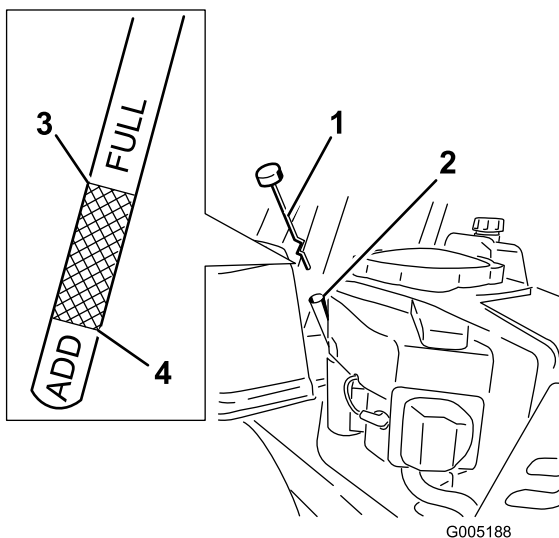

Figure 29
4. Dévissez et retirez la jauge, puis essuyez-la sur un chiffon (Figure 29). Réintroduisez la jauge dans le tube jusqu'à ce que le bouchon repose sur le tube. Ne vissez pas le bouchon sur le tube.
5. Sortez de nouveau la jauge et vérifiez le niveau d'huile. (Figure 29).
7. Enlevez le bouchon de remplissage/la jauge (Figure 29).
13. Versez avec précaution environ 80 % de la quantité d'huile spécifiée dans le goulot de remplissage (Figure 29)
14. Remettez le bouchon de remplissage/la jauge en place (Figure 29).
15. Vérifiez le niveau d'huile (Figure 29); voir Contrôle du niveau d'huile.
17. Remettez le bouchon de remplissage/la jauge et serrez à fond (Figure 29).